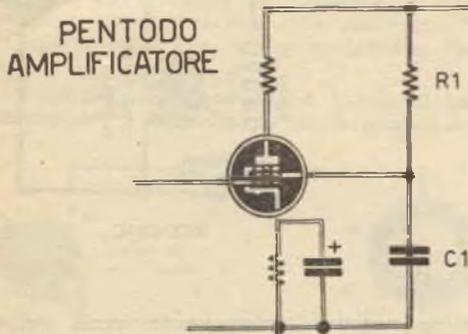

Fig. 6.
**CONDENSATORI DI DISACCOPIAMENTO o DI FUGA.** — Vengono inseriti nel circuito delle valvole per dar modo ai segnali spurii di scaricarsi a massa così da non nuocere al buon funzionamento del circuito. In fig. 6 troviamo un pentodo amplificatore nel cui circuito la griglia schermo è sempre collegata alla tensione positiva per mezzo di una resistenza R1 e di un condensatore C1, collegato fra la griglia schermo e la massa.